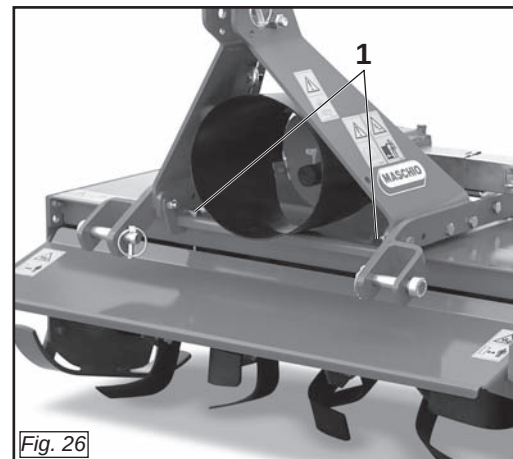

Fig. 26
Anteriormente il carrello è provvisto di 2 pattini di guida (1 Fig. 26), che possono essere sostituiti in caso di usura.
At the front, the carriage has two guide pads (1 Fig. 26) that should be replaced when worn.
- Les 2 patins de guidage (1 Fig. 26) prévus à l'avant du chariot peuvent être remplacés en cas d'usure.
El carro anteriormente está dotado de 2 patines de guía (1 Fig. 26) que se pueden sustituir si se desgastan.